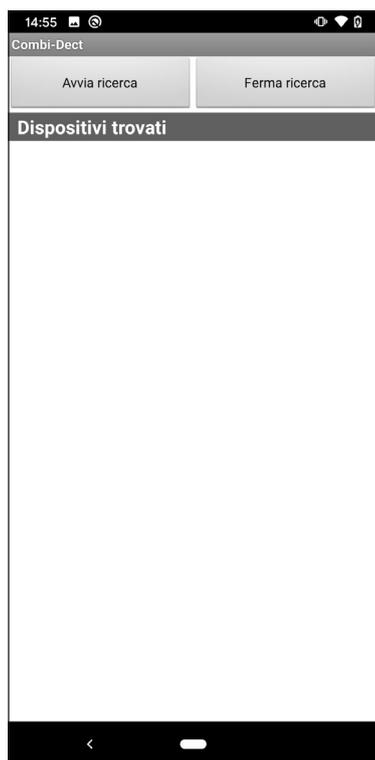
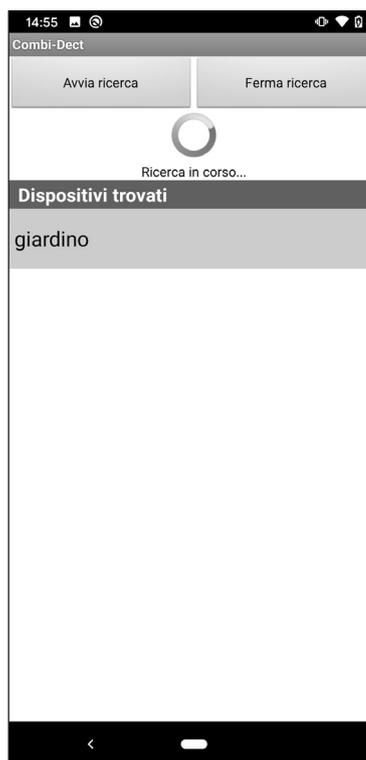

Fig. 3b
Fig. 3c
- avviare la procedura di verifica/regolazione del rivelatore cliccando sul pulsante **REGOLAZIONE PARAMETRI**; si accede così alla schermata di Fig.3b.
Nella schermata di Fig. 3b, cliccare sul pulsante **Avvia ricerca**; l'app avvia la procedura di ricerca dei rivelatori; poiché il dispositivo bluetooth utilizzato sul rivelatore ha un raggio di copertura di circa 12-15 metri, è possibile che in questa fase vengano trovati più di un rivelatore, se presenti e collegati alla centrale. Ogni rivelatore è identificato da un nome corrispondente ai primi undici caratteri della descrizione con cui è stato programmato in centrale (Fig. 3c).
Cliccare sul pulsante **FINE REGOLAZIONE** per terminare la fase di verifica/regolazione del dispositivo. In questo modo, nella finestra di Fig. 3c, la riga corrispondente viene colorata di verde per differenziarlo da eventuali altri rivelatori presenti e non ancora verificati.